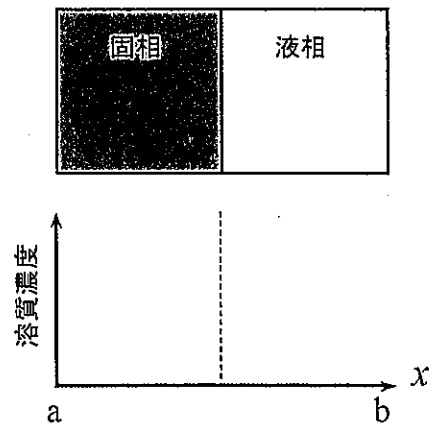

図4
- (c) 溶質濃度 C_0 の希薄二元合金が平衡凝固する場合、温度 T_1 における固相-液相の界面の溶質濃度分布はどのようになるか。図4のような、合金中の固液界面に着目し、位置 $x=a$ から $x=b$ の範囲における溶質濃度分布を解答用紙に図示せよ(図には初期濃度 C_0 についても記すこと)。